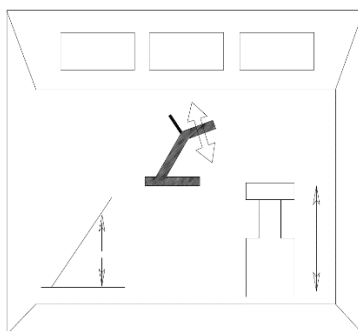

Figura 4-67 Interruptor de “pré-seleção de telescópio/grua”
- a) Coloque o interruptor “pré-seleção de telescópio/grua” na posição correta. Consulte a figura 4-67.